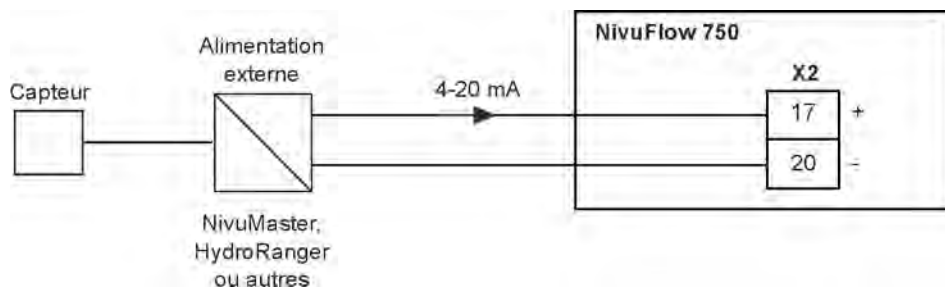

Fig. 23-16 Connexion d'une mesure de niveau externe
- ➡ Si le signal en mA de la mesure de niveau est mis à disposition par un transmetteur externe (par ex. NivuMaster), raccordez le transmetteur conformément à Fig. 23-16.